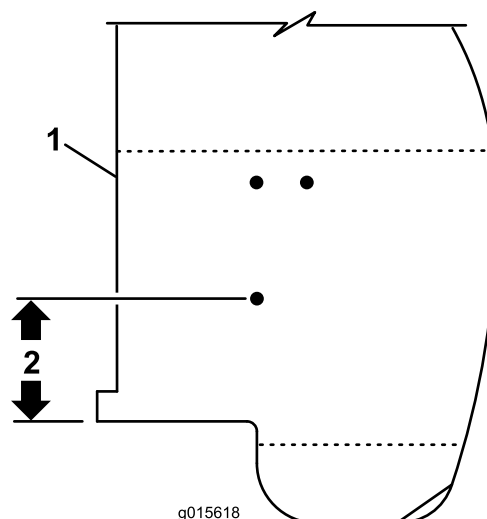
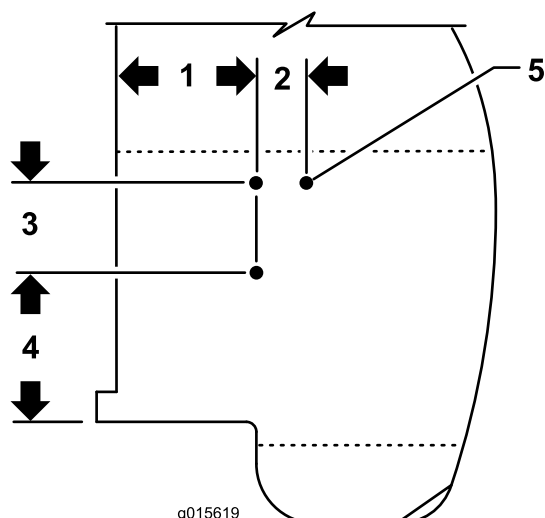

Figure 2
Figure 3
- Si le trou arrière se trouve à 7 cm du bord de l'aile, comme montré à la Figure 2, déplacez les trous. Utilisez les dimensions indiquées à la Figure 3 pour positionner, repérer et percer 3 trous de 8,7 mm dans l'aile.